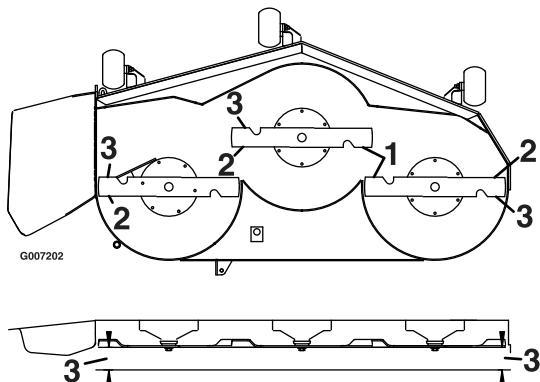

Figure 69
4. Mesurez la distance entre les tranchants extérieurs et le sol plat (Figure 69). Si les deux mesures diffèrent de plus de 5 mm, un réglage s'impose. Poursuivez la procédure de mise à niveau.